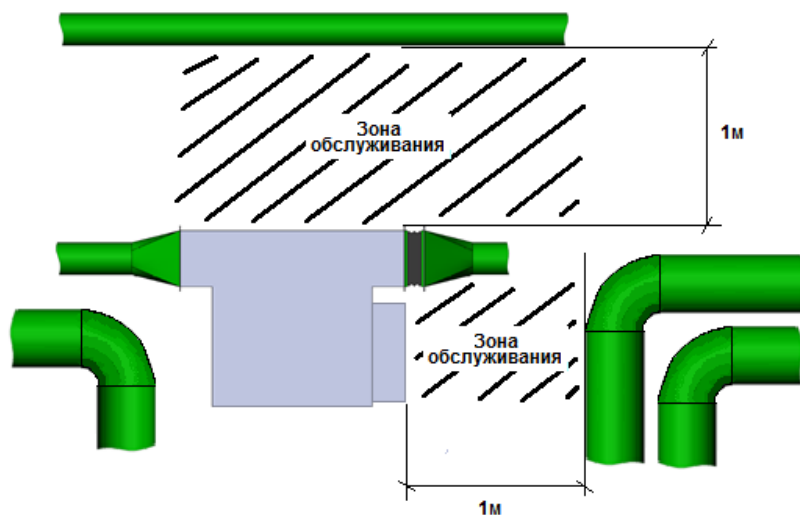

Рис. 7. Зоны обслуживания Гидрофильтра «Safe Fire».
- 2.2. При выборе места размещения установки необходимо предусмотреть зону для обслуживания оборудования (Рис. 7):